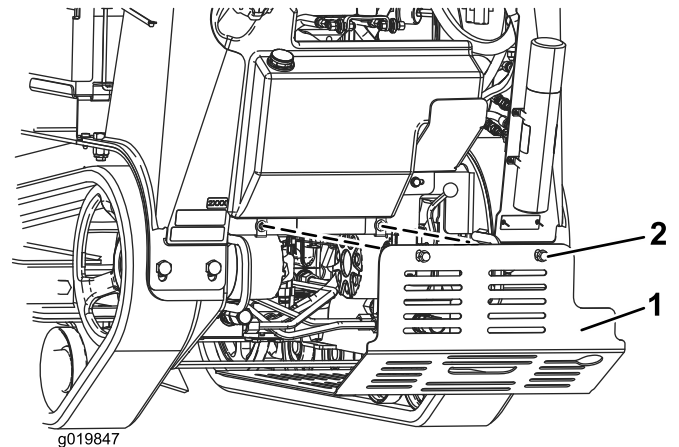

Figure 25
2. Desserrez l'un après l'autre les 2 boulons qui fixent le panneau de protection inférieur jusqu'à ce qu'il se détache (Figure 25).
2. Glissez le panneau de protection inférieur dans la machine (Figure 25).